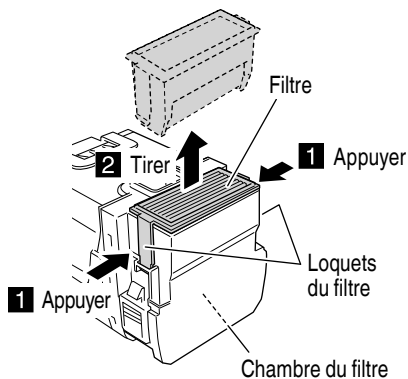

Fig. 15
- (3) Appuyez sur les 2 loquets situés sur les côtés du couvercle du filtre, puis tirez vers le haut et retirez le jeu de filtres. (Fig. 15)